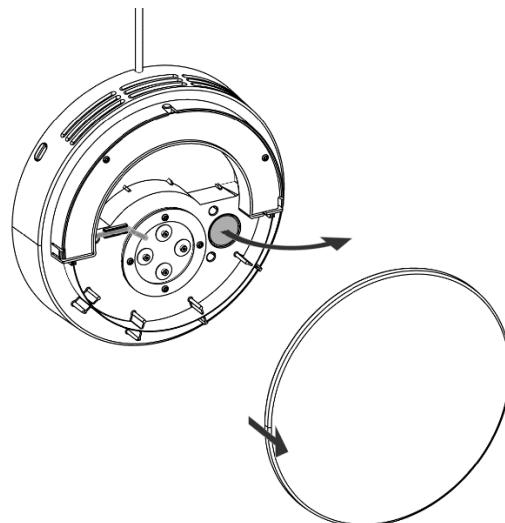

Abbildung 9 - Plastikbeutel zum Abdichten
2. Die inneren Abdeckung abnehmen und den Plastikbeutel herausnehmen, der zusammengerollt in dem kleinen Loch auf der rechten Seite steckt, siehe nachstehende Abbildung 9 unten.